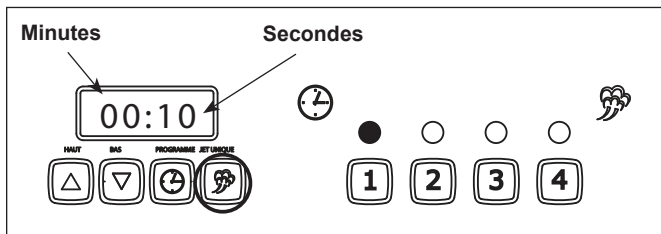

Figure 7. Changement de la durée totale de cycle
**REMARQUE :** Durant le préchauffage, l'afficheur indique en clignotant « LOW » (bas). Lorsque l'appareil atteint la température de fonctionnement, l'afficheur indique la durée (par défaut) préprogrammée en usine en minutes/secondes (Figure 7) et le voyant indicateur du canal actif sera allumé.
3. Appuyez sur le bouton flèche UP ou DOWN pour modifier la durée totale de cycle en minutes (Figure 7).